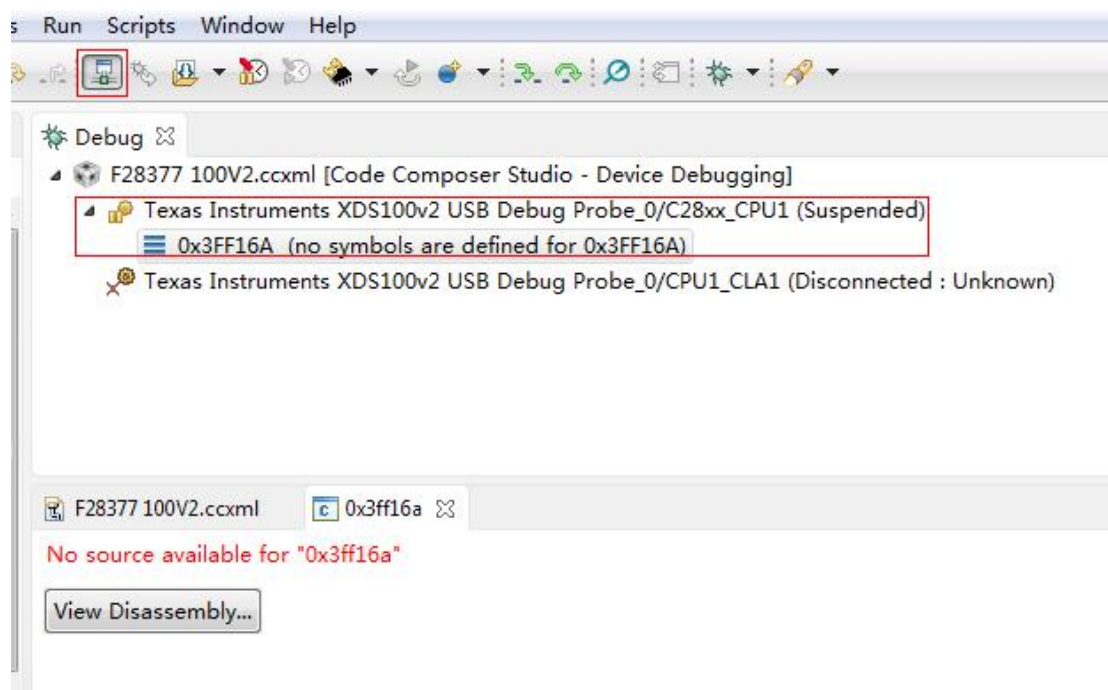

图 3-7-1 连接界面
(1) 首先将 CCS6.1 开发环境打开;
(2) 接着把仿真器的 USB 与电脑进行连接, 将仿真器的另一端 JTAG 端插到 YX-F28377 开发板的 JTAG 针处 (注意仿真器插入方向, 请仔细核对防差错针的位置);
(3) 连接目标板, 出现如下图 3-7-1 则表示连接成功;